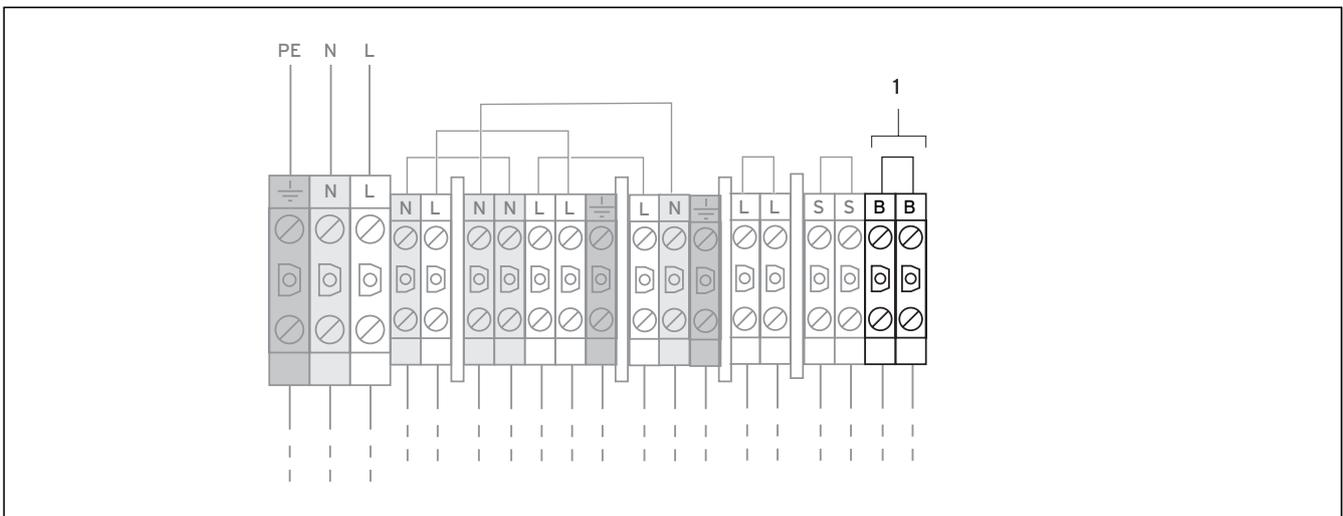

Fig. 6.6 Funcionamiento simultáneo de compresor y calefacción adicional
- Conecte el suministro de corriente a la alimentación principal de red (1).
- Conecte el relé de la señal de control circular al borne 13 "EVU" (véase fig. 6.6), en caso de que así lo requiera la empresa de suministro eléctrico. Mediante esta señal se bloquea la bomba de calor con el contacto cerrado.
- Conecte el suministro permanente de corriente a la alimentación de red de tarifa elevada (2).
- Conecte el suministro de corriente de tarifa reducida a la alimentación de red de tarifa reducida (1).
- Conecte el suministro permanente de corriente a la alimentación de red del regulador (2).